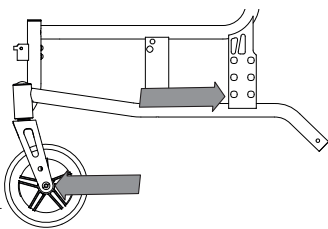

Abb. 43
- Sitzhöhe 470 – Lenkrad 200 mm / 8" Schraubachse Hinterrad unten (Abb. 43)